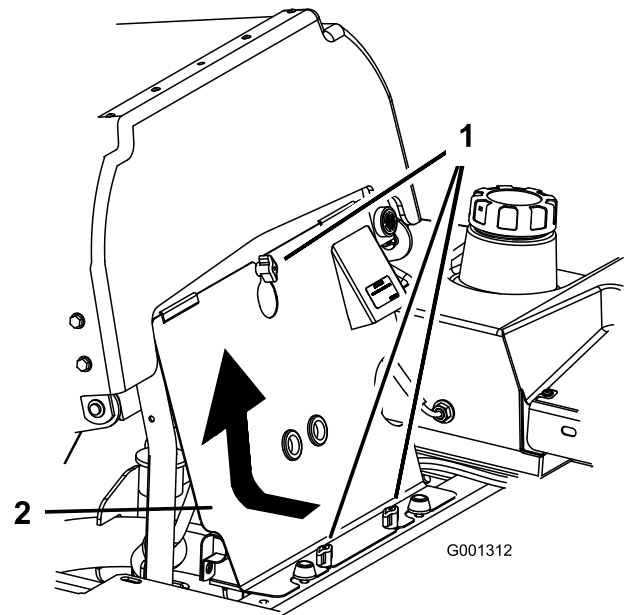

Figura 66
1. Inclíne el asiento hacia adelante y retire el panel delantero del motor (Figura 66).